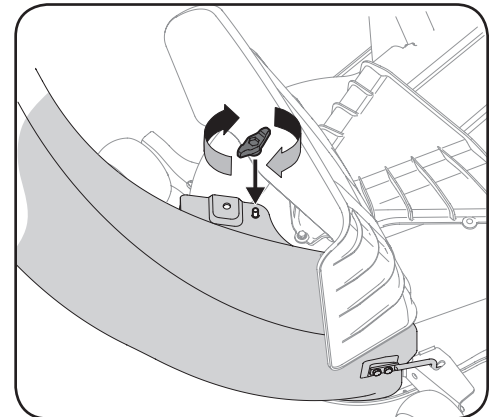

Figura 4-20
- Fije el codo del canal de descarga en la plataforma de corte usando una (720-04122) perilla de aletas incluida en el paquete de herrajes 689-01419. Consulte la Figura 4-20.